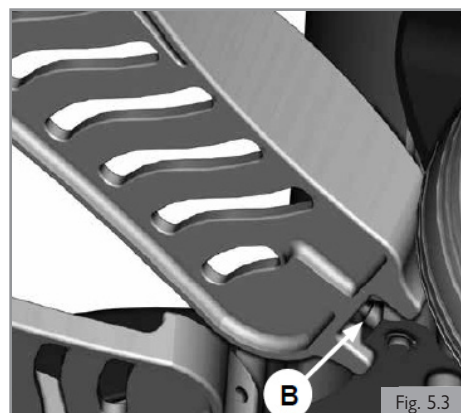

Fig. 5.3
1. Relevez la palette pour avoir accès à la vis de réglage de l'angle (B). (Fig. 5.3)